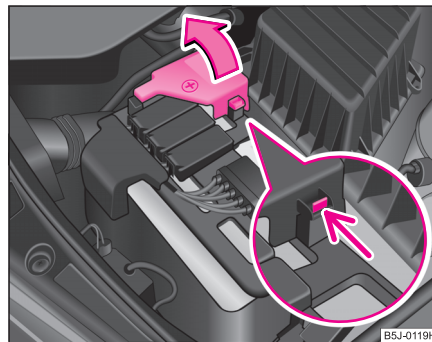

Fig. 180 Bateria:
– Rabateți capacul polului plus (+) ⇒ fig. 180.